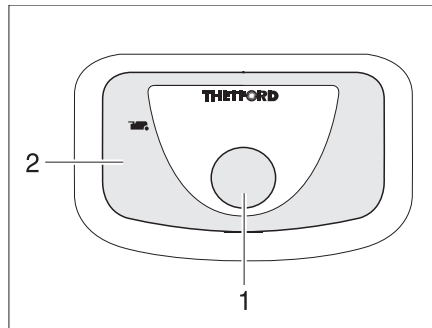

Bild 263 Spülknopf/Kontroll-Leuchte Thetford-Toilette
- Zum Spülen den blauen Spülknopf (Bild 263,1) drücken.
Die Kontroll-Leuchte (Bild 263,2) leuchtet, wenn die Thetford-Kassette entleert werden muss.
- Den Schieberhebel (Bild 263,1) im Uhrzeigersinn schieben. Der Schieber wird geschlossen. Zum Entleeren **muss** in der Thetford-Toilette der Schieber geschlossen sein.